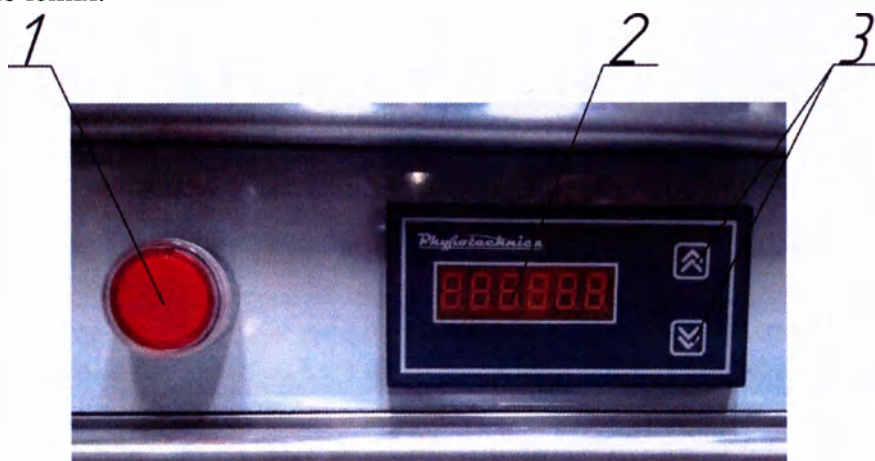

Рис.7. Панель управления Термошкафа
9.3. Нажать красную кнопку включения термостата на передней панели, которая загорается, показывая тем самым индикацию режима «Включено», при этом слева на табло отобразится состояние реле (рис. 7, поз.1).
9.4. Выставить необходимую температуру от +20 °С до +55 °С с шагом 5 °С, нажимая кнопки со стрелками на панели управления (рис.7, поз.3), индикация изменения установки температуры происходит на табло (рис.7, поз.2). Термошкаф будет поддерживать установленную температуру до момента выключения.
Защита от перегрева обеспечивается терморегулятором МПРТ-112Т (соответствует ТР ТС 004/2011, сертификат соответствия № ТС RU.C-RU.АЛ16В.03211 срок действия по 09.03.2020г) (рис. 7), который снабжён системой контроля состояния датчика. Эта система отключает нагрев при обрыве или замыкании проводов датчиков. Такая аварийная ситуация индицируется надписью прочерками на индикаторе и звуковым сигналом.